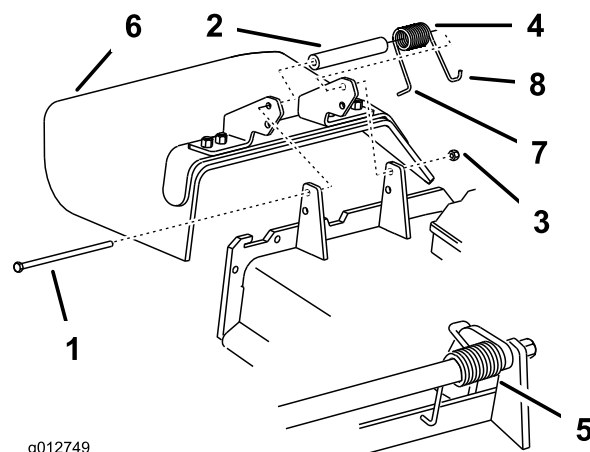

Figura 90
Nota: Asegúrese de colocar el extremo en **L** del muelle detrás del reborde de la carcasa antes de instalar el perno, según se muestra en la Figura 90.
- Instale el perno y la tuerca. Coloque el extremo en **J** del muelle alrededor del deflector de hierba (Figura 90).
- Retire la contratuerca, el perno, el muelle y el espaciador que sujetan el deflector a los soportes de pivote (Figura 90). Retire el deflector de hierba dañado o desgastado.